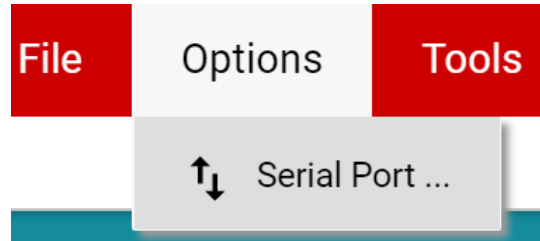

图 4-7. 更改串行端口
- a. 如果 GUI 的左下角未显示 *Hardware Connected*，请在 *Options >> Serial Port* 下检查不同的硬件 COM 端口（请参阅图 4-7）。